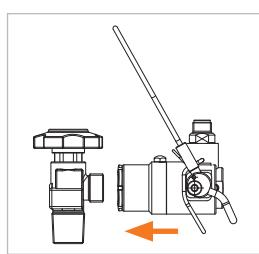

Figure 8
- ▶ Insérez le connecteur droit et sans forcer jusqu'au contact hermétique net sur la vanne de la bouteille (*Figure 8*). Le joint frontal est ainsi préservé des dommages causés par d'éventuels bords saillants de la vanne de la bouteille et un bon raccordement est garanti. **Attention** : veillez à enfoncez intégralement le connecteur jusqu'au contact hermétique net sur la vanne de la bouteille.